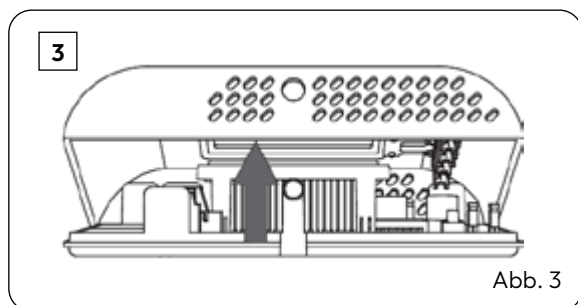

Abb. 3
- 3** Heben Sie nun den Deckel nach oben, um diesen zu entfernen (Abb. 3).